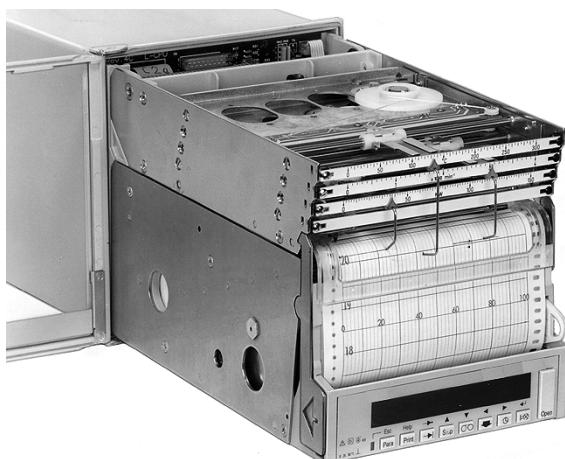

Bild 7
1. Einschub entriegeln und vorziehen (siehe Bild 6 und Bild 7).